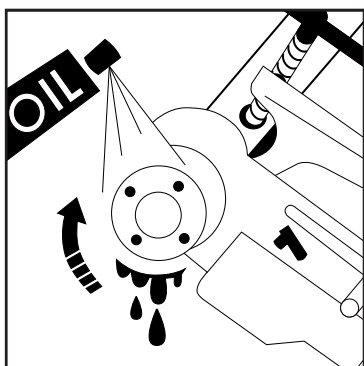

Рис. 4
5.4 При нарезании резьбы необходимо обильно смазывать зону резания смазочно-охлаждающей жидкостью (СОЖ), рис. 4 – это продлит срок службы ных головок.